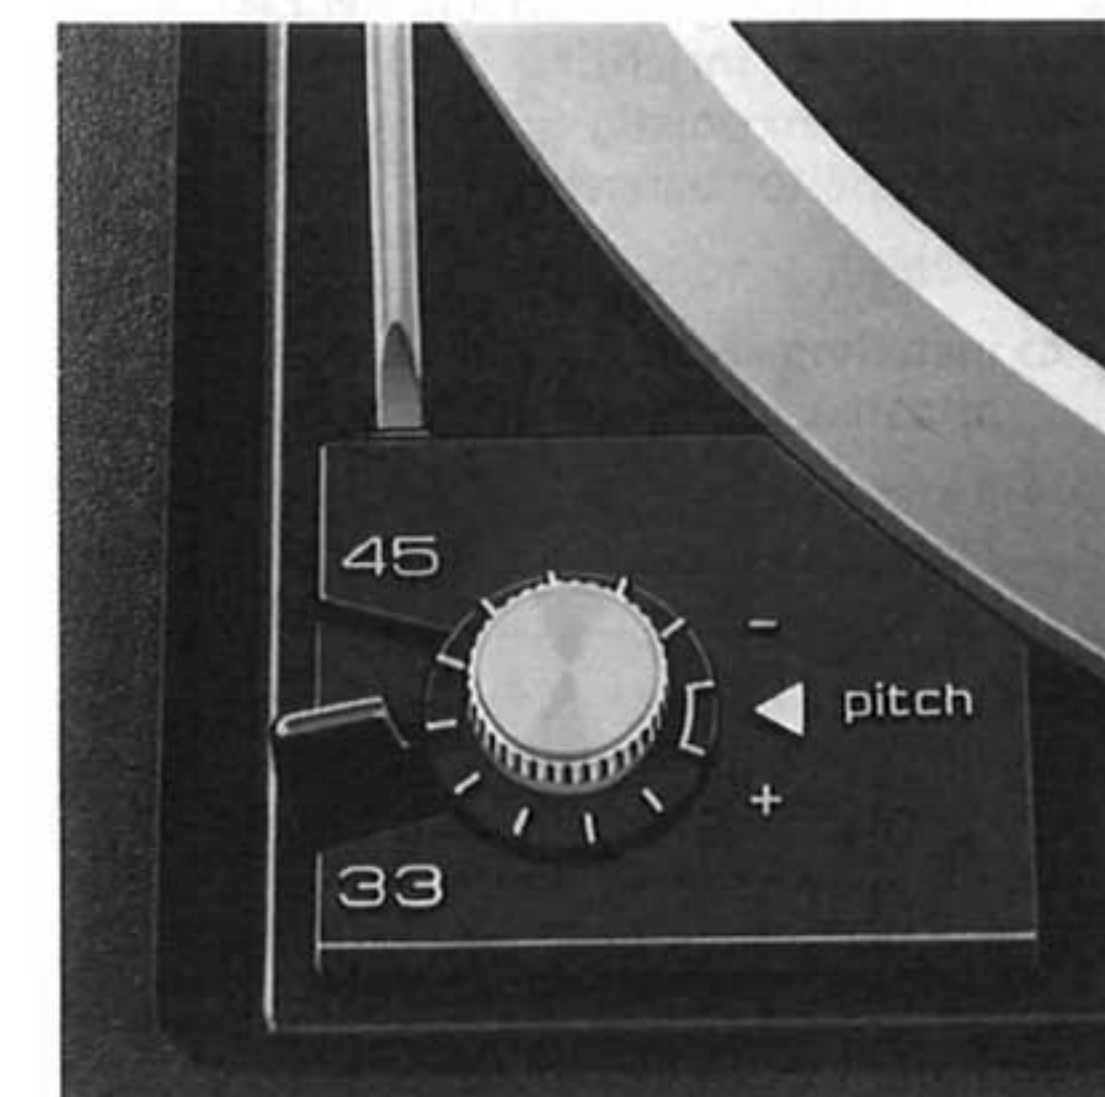

Fig. 21
Die Tonhöhenabstimmung ist richtig geeicht wenn bei exakt eingestellter Plattenteller-Drehzahl 33 1/3 U/min (Strichmarkierung der aufgelegten Stroboskopscheibe bleibt stehen) sich die Markierung am Drehknopf (2) innerhalb des Nullbereiches der Skala befindet (Fig. 21).
Le réglage de la hauteur du son est étalonné correctement, si, la vitesse 33 1/3 tr/min étant réglée exactement (les marques du disque stroboscopique restent immobiles), les marques sur le bouton de réglage (2) sont à la plage zéro de la graduation (Fig. 21).
Pitch control is correctly calibrated when with the platter speed set to exactly 33 1/3 rpm (lines on stroboscope disc appear to stand still) the marking on knob (2) is within the zero range of the scale (Fig. 21). Recalibration can, if necessary, be carried out as follows:
1. Set the speed control at 33 1/3 and the pitch control knob (2) to the middle of the zero area.
2. Using a screw driver turn adjustment screw (3) until the stroboscope disc markings remain stationary. If the markings run counterclockwise turn adjustment screw counterclockwise. If the markings run clockwise turn adjustment screw clockwise.
Voor de eerste ingebruikname of na vervoer van het apparaat wordt aangeraden de instelling van de toonhoogte-regeling te controleren. Deze is juist wanneer bij exact ingesteld toerental van 33 1/3 (de streepjesmarkering van de stroboscoop blijft schijnbaar stilstaan) de markering op de draaiknop (2) zich binnen het nulbereik van de schaal bevindt (Fig. 21).
Antes de la primera puesta en servicio o después del transporte del aparato se recomienda verificar el control de altura tonal. El control de altura tonal estará contrastado correctamente si al estar girando el plato a exactamente 33 1/3 rpm (la graduación del disco estroboscópico queda detenida), la marca del botón giratorio (2) queda dentro del margen cero de la escala (Fig. 21).
Före den första spelningen eller efter en transport av apparaten rekommenderas att fininställningen av varvtalet testas. Denna är riktigt kalibrerad när vid exakt inställt varvtal 33 1/3 v/min (streckmarkeringen på den pålagda stroboskopskivan står stilla), vredets markering befinner sig inom skalans nollområde (Fig. 21).
La taratura del dispositivo di regolazione fine è esatta quando, rilevando con lo stroboscopio che la velocità è perfettamente regolata su 33 1/3 g/min, il contrassegno della manopola (2) coincide col contrassegno sulla piastra (Fig. 21).